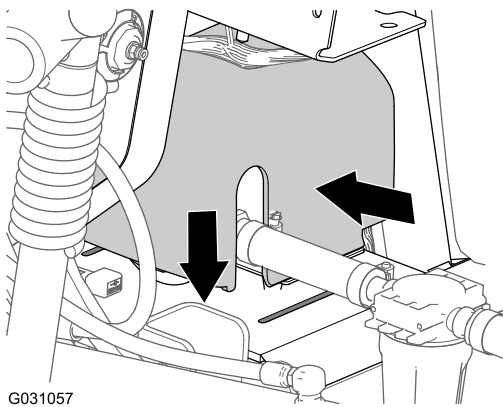

Рисунок 187
2. Совместите крышку промывочного насоса с посадочной плитой промывочного насоса (Рисунок 187).
3. Сожмите крышку промывочного насоса с двух сторон и совместите выступы крышки с посадочной плитой (Рисунок 187).
4. Вставьте выступы в пазы и отпустите обе стороны крышки (Рисунок 187).